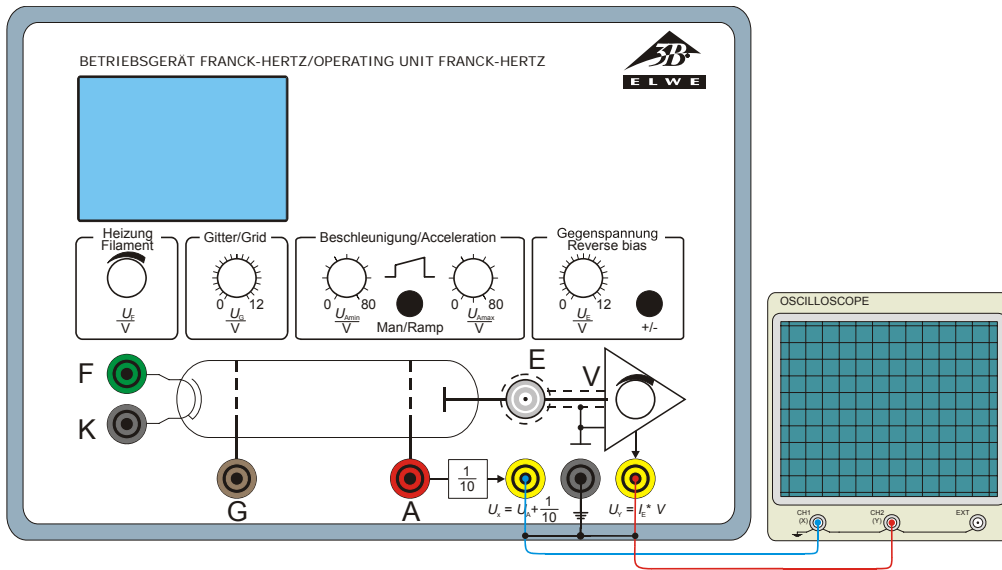

Fig. 7 Raccordement d'un oscilloscope à l'appareil pour l'expérience de Franck-Hertz
- Raccordez la sortie  $U_x$  de l'appareil pour l'expérience de Franck et Hertz au Canal 1 (déviations X) et la sortie  $U_y$  au Canal 2 (déviations Y) de l'oscilloscope. (voir Fig. 7)